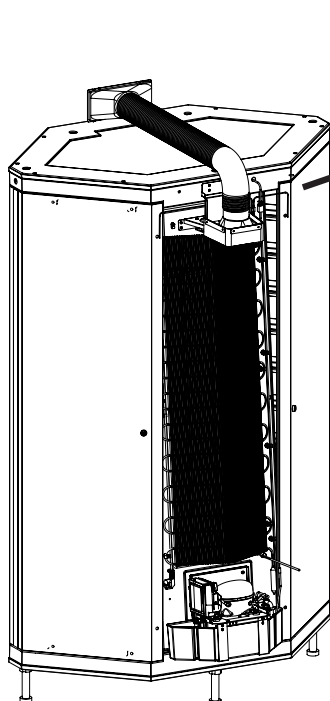
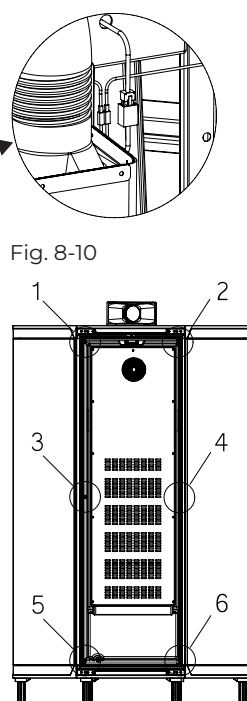

Fig. 8-9
Fig. 8-11
8. Koble kabelen fra takelementet til den svarte kontakten på kjøleaggregatet. Koble ledningene fra sideveggelementene til den hvite kontakten på kjøleaggregatet. Kontroller at strømkabelen er tilgjengelig etter at kjøleaggregatet er installert (fig. 8-9/8-10)! Når du løfter kjøleaggregatet inn i nisjen, før inn bunnen først, før du presser aggregatet inn i toppen av nisjen. Fortsett med å skru inn de 6 hvite skruene (3-4) med plastskiver som vist i fig. 8-11. Stram skruene i følgende rekkefølge: 1, 6, 2, 5, 3 og 4.